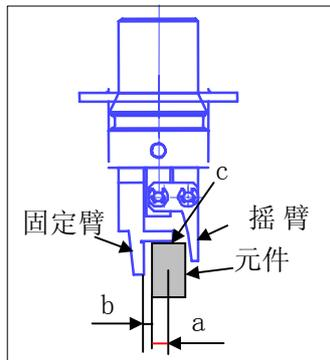

图 1
- ① 紧贴位置: “Y”项, 要输入元件中心点与尖嘴喷管固定侧手臂(即尖嘴喷管紧贴面)中心点的偏移值(见图 1 a), 输入必须是负数(-a)。但“X”项 只可输入 0, 不可输入其他数据。
※ 图1的c至固定臂的距离=3.5mm